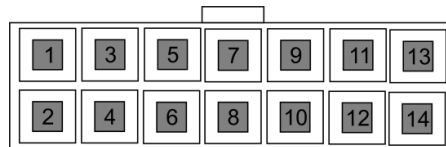
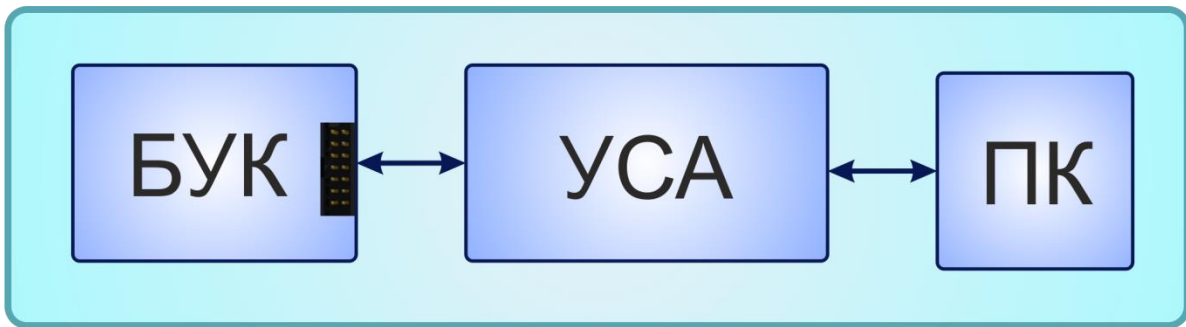

Рисунок 7 – Разъем кабеля УСА-сумматор 14-ти контактный
Рисунок 8 – Схема подключения УСА к ПК через 14-тиконтактный разъем
2. Подключить ETS.BUK к ПК. Подключение прибора осуществляется посредством 14-ти контактного разъема (рис. 7), расположенного внутри изделия. Для подключения устройства к ПК вам необходим универсальный сервисный адаптер (УСА), выпускаемый нашим предприятием (в таком случае заказывайте с адаптером универсальный кабель – УСА-сумматор 14-тиконтактный) (рис. 8). Также можно использовать любой преобразователь (подключение через 15 контактную клеммную колодку рис. 9-10), в том числе и УСА, с интерфейсом RS-232 или RS-485 в зависимости от вида интерфейса ETS.BUK, но в этом случае вам понадобится внешний источник питания.